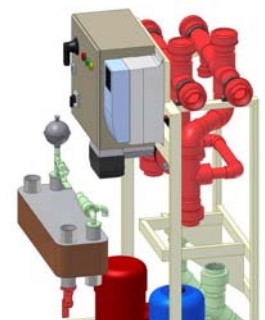

图 4.2-4
4. 小心的拉出/提出/转出 HX11，要非常小心不要损坏 PVC-C 管道（图 4.2-4）。